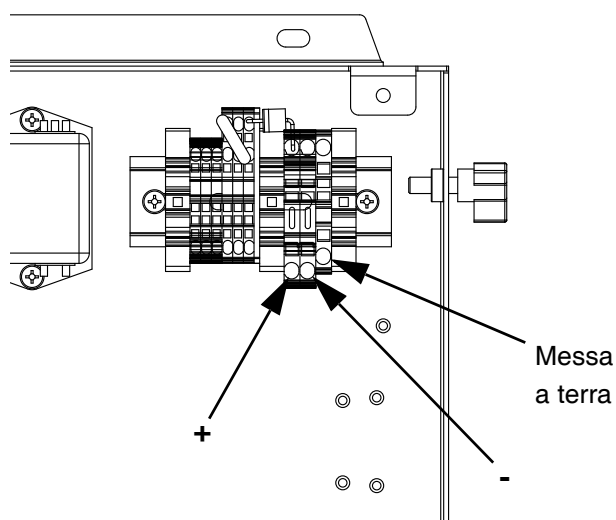

FIG. 13: Cablaggio 24 V cc
- Per il cablaggio a 24 V cc consultare FIG. 13.